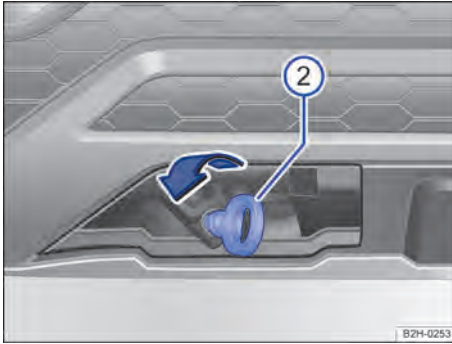

Fig. 168 En el lado derecho del paragolpes delantero: enroscar el gancho para remolque.
① Gancho para remolque
1. Enrosque el gancho para remolque en el alojamiento girándolo al máximo **en el sentido de la flecha** → Fig. 168 ②.
2. Utilice un objeto adecuado con el que pueda enroscar completa y fijamente el gancho para remolque en su alojamiento → ①.